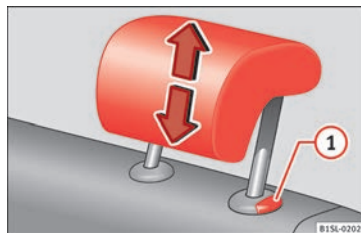

Fig. 119 Desmontar el apoyacabezas trasero.
- Extraiga el apoyacabezas por completo manteniendo pulsada la tecla » **fig. 119 ①**.